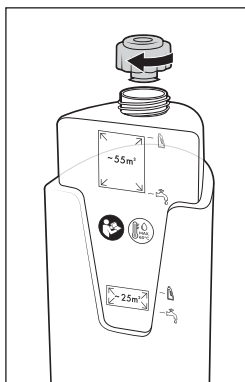

Fig. 10
- ◆ Revissez à nouveau le couvercle du réservoir d'eau fraîche ❶ (voir fig. 10).